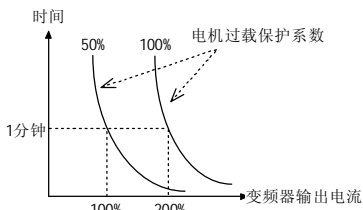

图 5-13-1 电机过载保护系数设定
**说明：**为了对电机实施有效的过载保护，应针对不同电机功率对变频器允许输出电流的最大值进行调整。如图5-13-1所示。